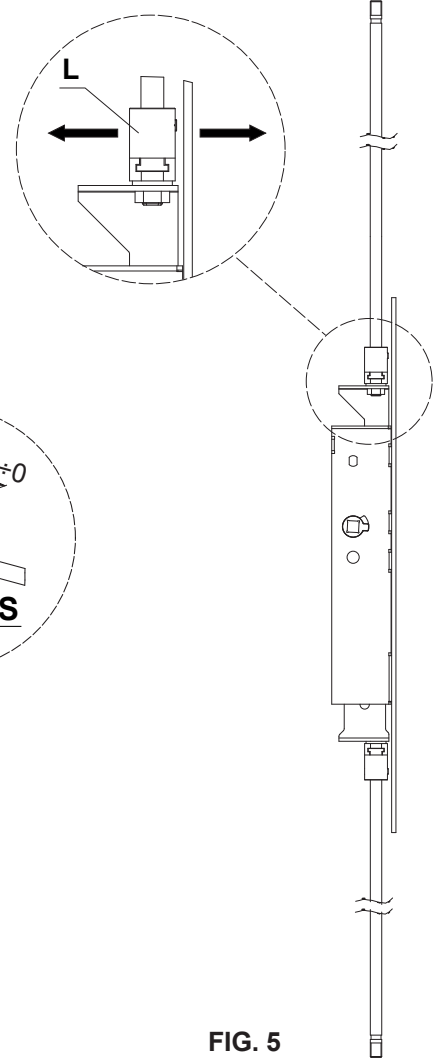

FIG. 5
c) Regulación horizontal de la zona de enganche de las varillas (**Fig. 5**)